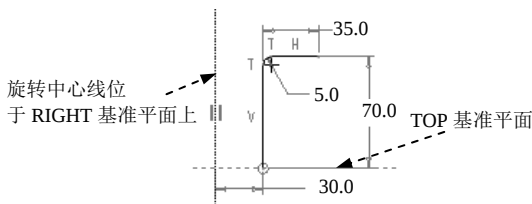

图 11.4.12 截面草图
(3) 绘制截面草图。
- ① 接受默认的草绘参考 RIGHT 和 TOP。
- ② 单击 **基准** 区域中的  按钮，在 RIGHT 基准平面的位置绘制一条中心线(图 11.4.12)。
- ③ 绘制绕中心线旋转的几何(图 11.4.12)。完成后，单击  按钮。